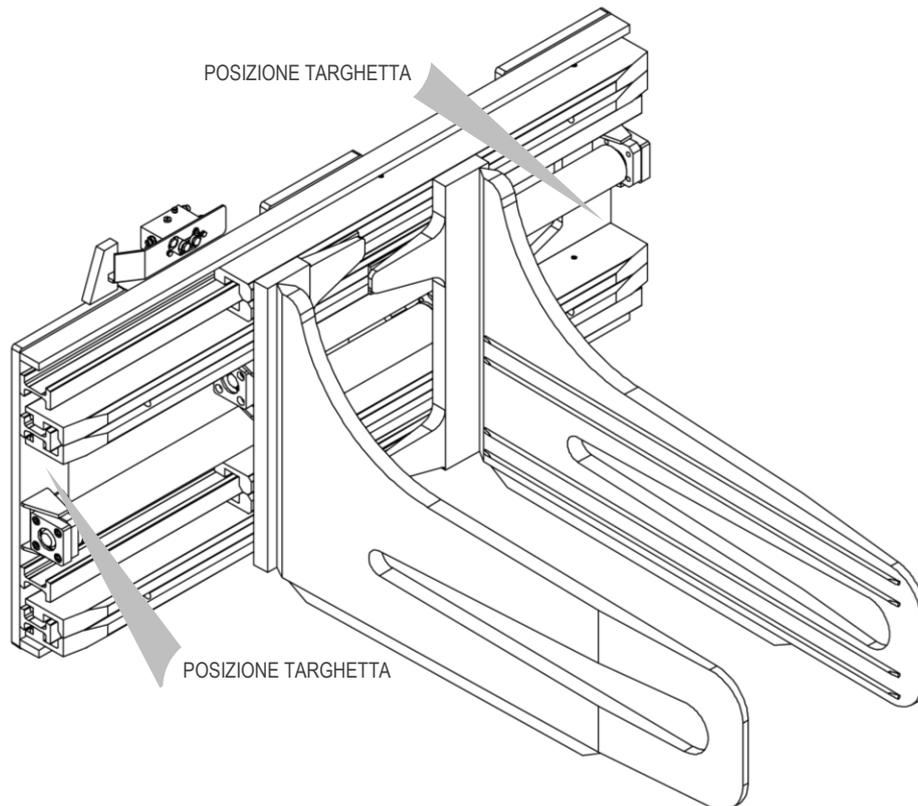

Figura 1
Tutte le attrezzature A.T.I.B. – “PINZA PER BALLE CON GANASCE SOTTILI TIPO 116.131 | PINZA PER BALLE CON CANASCE SCATOLATE TIPO 116.130” vengono identificate mediante targhetta adesiva (vedi *Tabella 1*) posizionata sull’attrezzatura (vedi *Figura 1*, nella quale vengono mostrate le due principali posizioni che la targhetta identificativa può avere), fare sempre riferimento al numero di matricola.
5. Per la movimentazione devono essere utilizzate cinghie o catene opportunamente dimensionate rispetto al peso dell'attrezzatura indicato in targhetta (vedi *Figura 1* e *Tabella 1* a pag. 7).
9. Collegare il circuito idraulico, assicurandosi che la pressione di esercizio delle tubazioni sia superiore o uguale a quella indicata sulla targhetta di identificazione (vedi *Figura 1* e *Tabella 1* a pag.7).